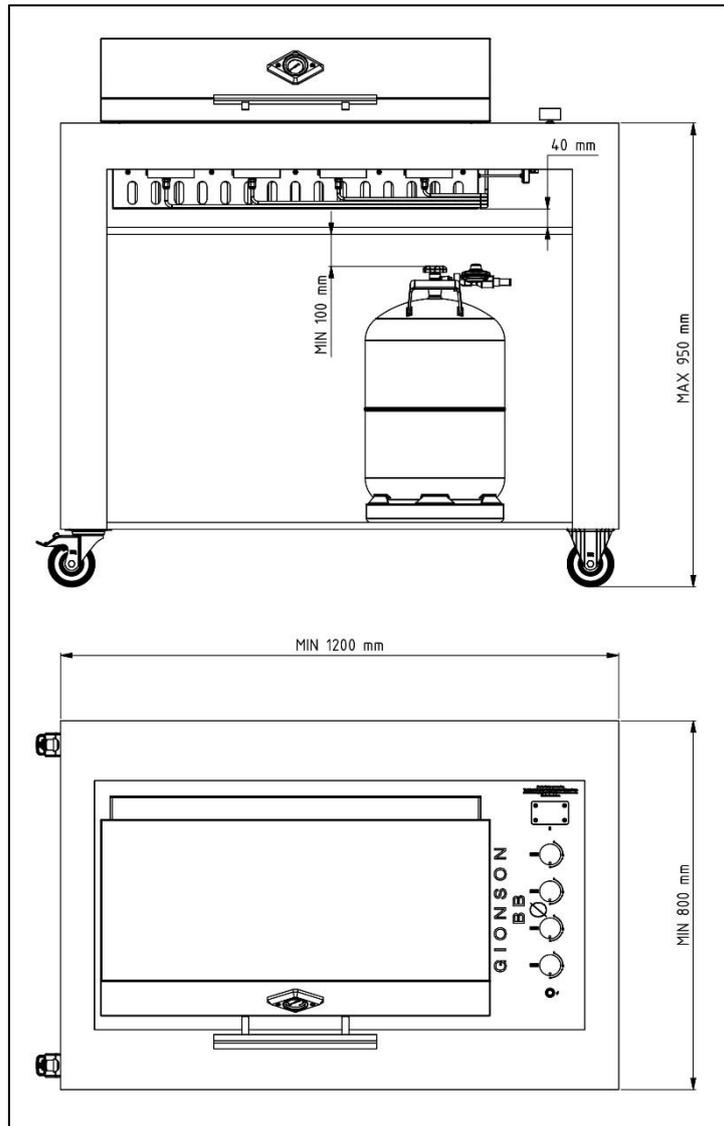

Bild 2
- Dieses Gerät muss entlüftet werden. Die Entlüftung kann an zwei alternativen Positionen angebracht werden - an der Vorderseite unter der Arbeitsfläche oder an der feuerfesten Barriere unter dem Grill. In den Abbildungen (gemäß Abb. 2) finden Sie die alternativen Möglichkeiten für die Entlüftung und die Position
- Wenn der Grill in ein mobiles Möbelstück eingebaut wird, muss die Mindestgröße des Möbelstücks LBH: 1200mm/800mm/950mm (gem. Abb. 2) betragen und das Möbelstück muss 4 Rollen haben, von denen 2 bruchfest sind. Die Rollen müssen an der Außenkante des Möbels angebracht sein.